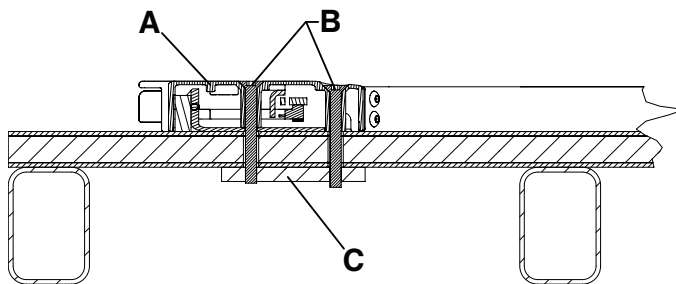
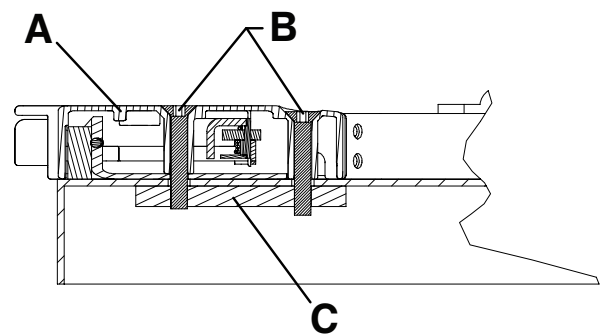

Figura 7 – Capăt pentru picioare cu montare pe podea - Vederea 3A
Figura 8 – Capăt pentru picioare cu montare pe tavă - Vederea 3B
- Ancorați carcasa zăvorului capătului pentru picioare (A) de podea sau de tavă folosind patru șuruburi cu cap plat M8 (B) (nefurnizate).
Notă - O placă de suport din oțel (C) (sau echivalentă) este necesară pentru susținere suplimentară (nefurnizată) (Figura 7 sau Figura 8).